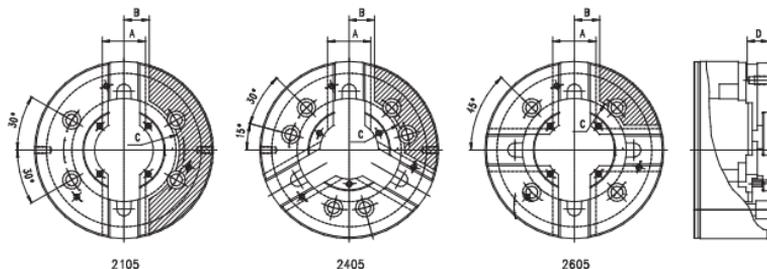

Рис. 1
7. Во время монтировки наставных приборов к патрону, отверстия нужно сверлить в правильных местах корпуса патрона (смотри Рис. 1).